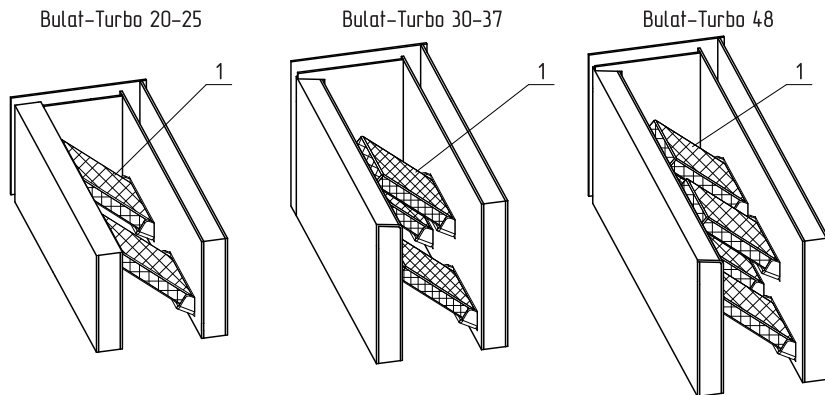

Рис.2 Схема установки шамотных кирпичей
5.9. Установка шамотных кирпичей котла показана на (Рис. 2 поз.1):
- Установите шамотные кирпичи (Рис.2 поз.1) так что бы один край кирпича лежал на скобе а второй опирался на противоположную стенку котла;